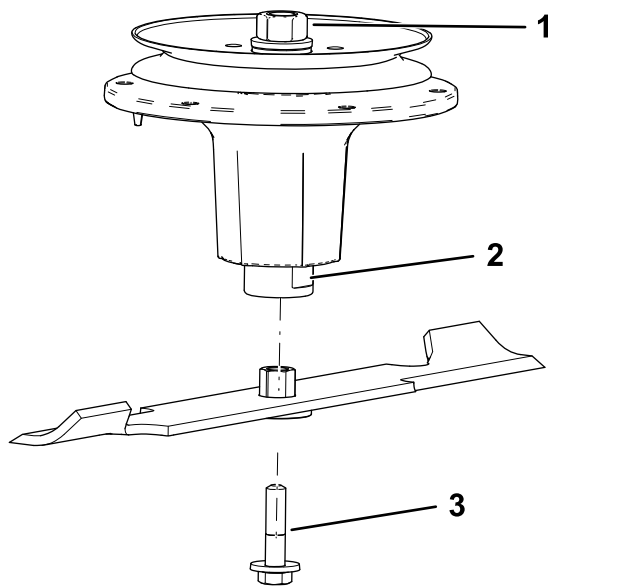

Figure 79
2. Installez l'ensemble douille/lame sur l'axe de pivot (Figure 79).